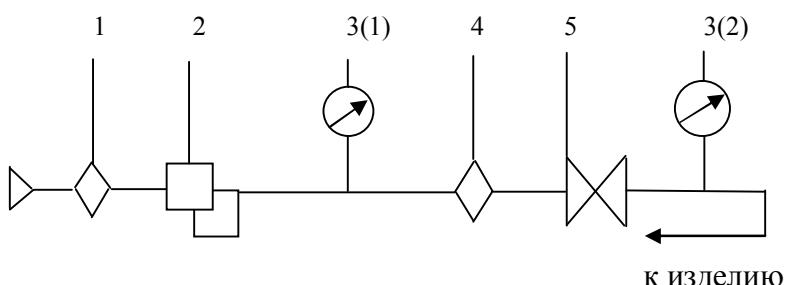

Рис.3
8.3.3. Воздух, подаваемый к молотку, должен иметь чистоту не ниже 5 класса загрязненности по ГОСТ 17433-80 и содержать индустриальное масло И-20А ГОСТ 20799-88 в количестве 3-4 капель на 1 м³ или другую смазку, по своим свойствам не уступающую указанной. Рекомендуемая для подготовки воздуха аппаратура и схема ее установки приведена на рис.3. Воздухоподготовительная аппаратура должна обеспечить номинальную пропускную способность не менее 2,0 м³/мин.